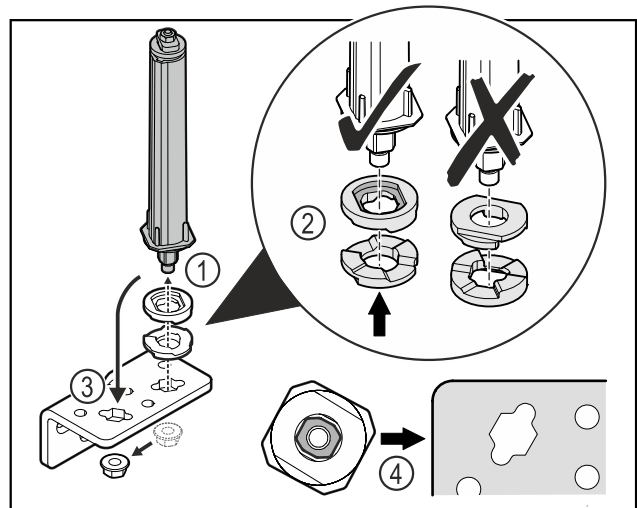

Fig. 37
- ▶ Mutter lösen und Türschließsystem entfernen Fig. 37 (1).
- ▶ Auf die korrekte Ausrichtung der Höhenverstelleisiben achten Fig. 37 (2).
- ▶ Türschließsystem im Scharnierwinkel umsetzen und mit der Mutter fixieren Fig. 37 (3).
- ▶ Beim Einsetzen auf die korrekte Ausrichtung des Türschließsystems achten Fig. 37 (4).